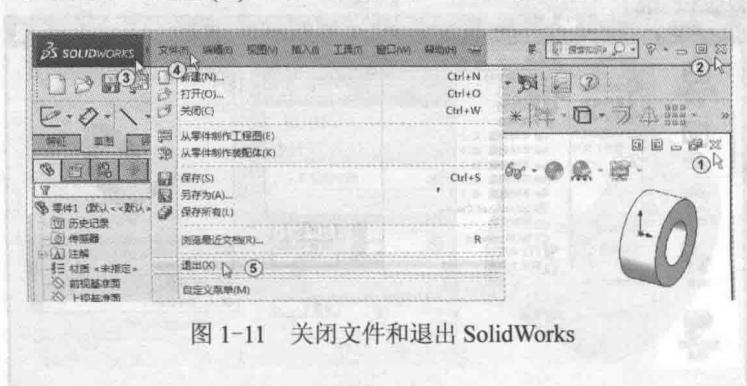

图 1-11 关闭文件和退出 SolidWorks
如图 1-11 中①所示。
退出 SolidWorks 的方法是单击窗口右上角的“关闭”按钮②，如图 1-11 中②所示。或者单击窗口左上角的 SOLIDWORKS 徽标按钮，如图 1-11 中③所示，在屏幕最上方显示出菜单栏④。在菜单栏中选择“文件(F)”，如图 1-11 中④所示，在弹出的下拉菜单中选择“退出(X)”命令，如图 1-11 中⑤所示。